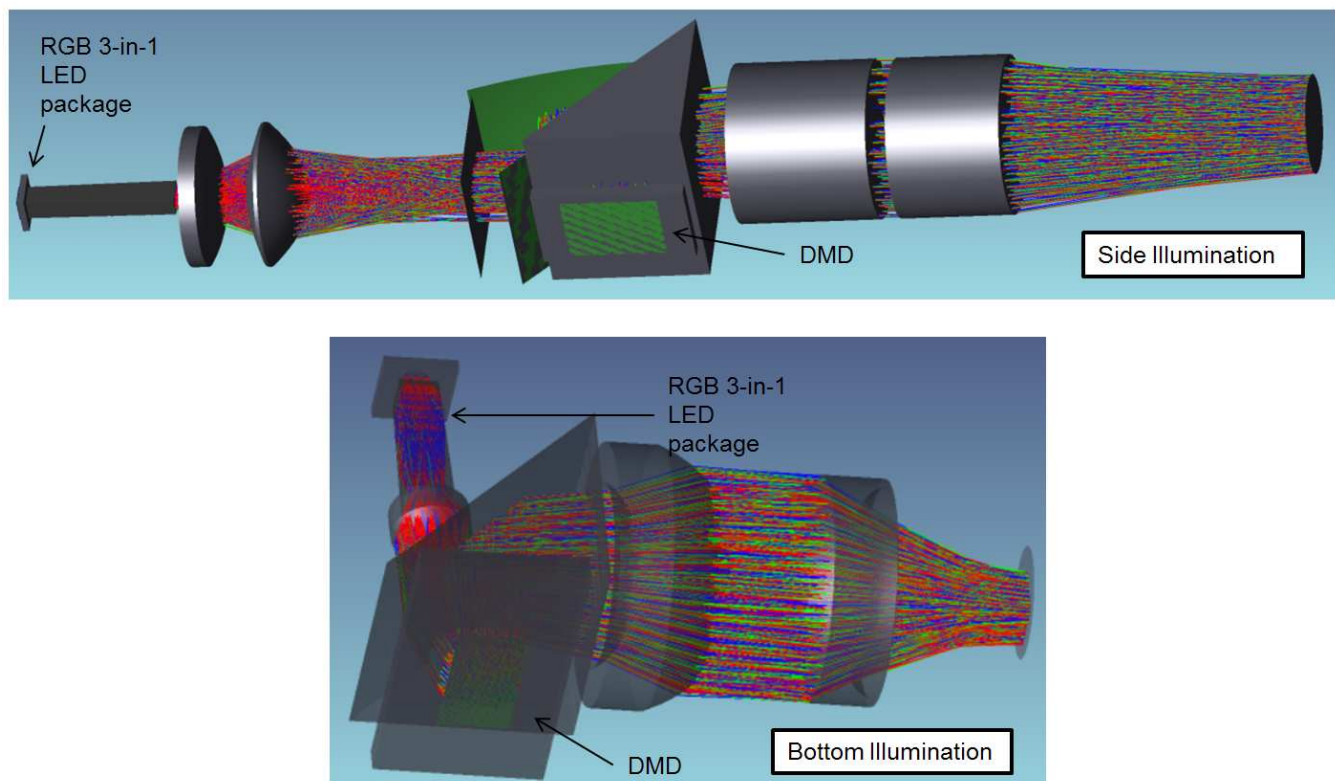
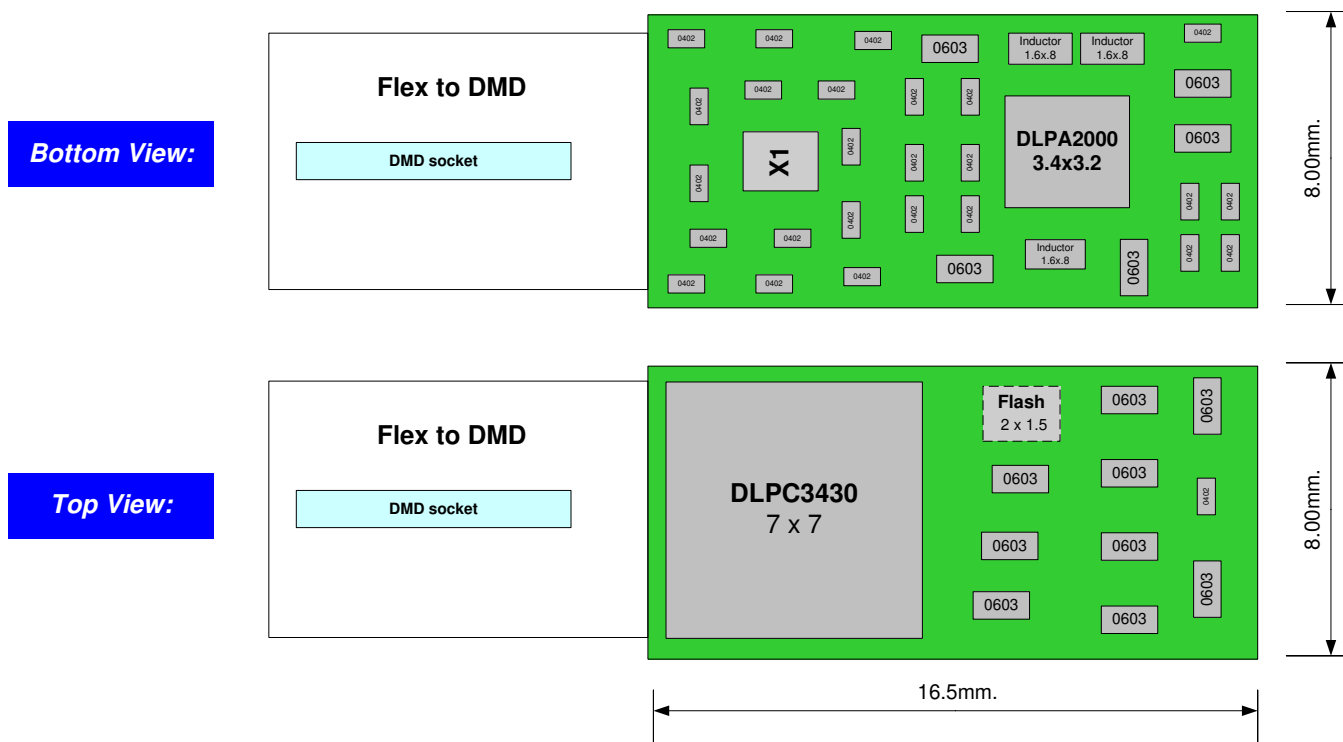
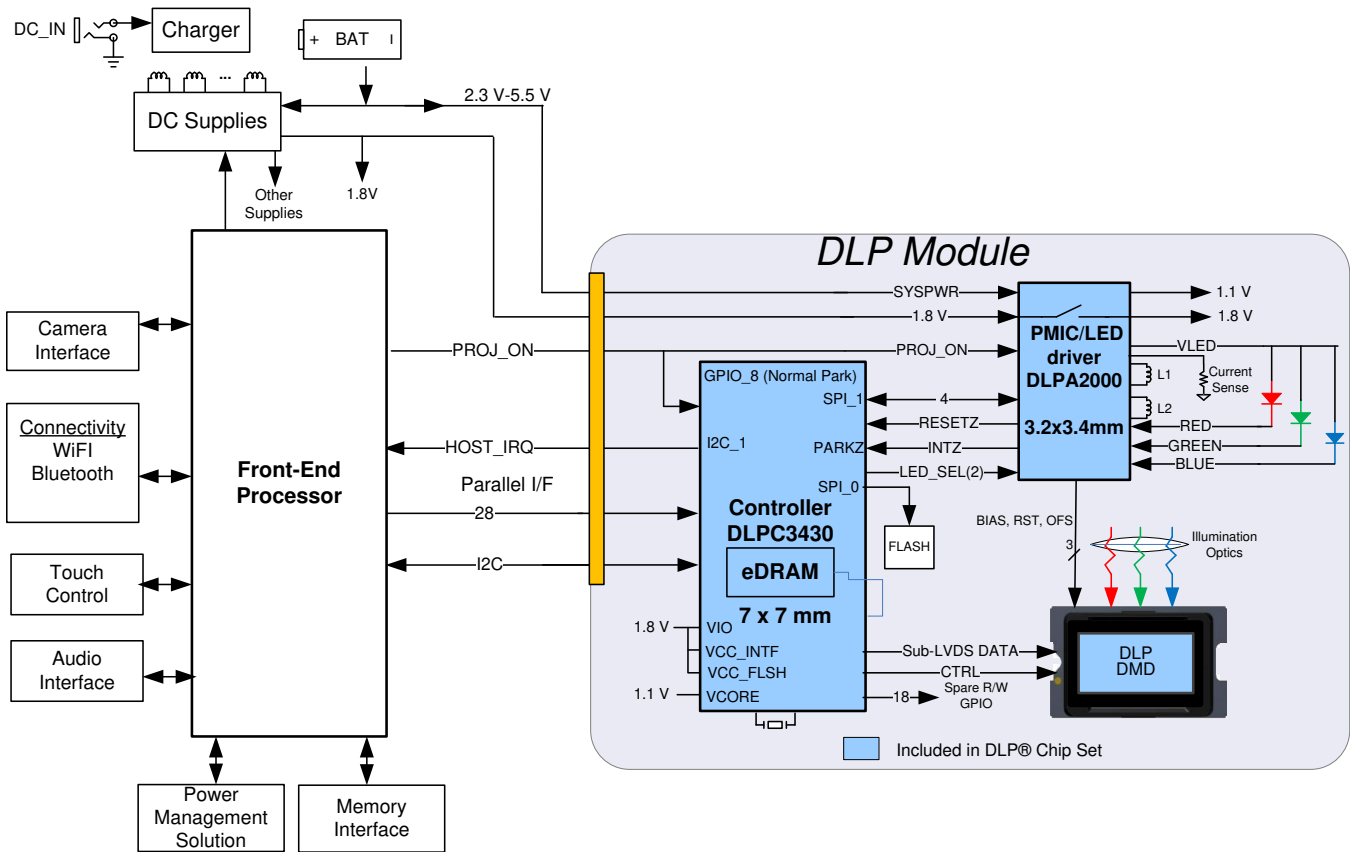

图 3-6. 具有侧面和底部照明方向的示例光学设计
图 4-1. 示例小板设计
图 4-2. 示例系统方框图
5.4 μm 像素 DMD 的 DLP TRP 架构可实现两种可能的照明方向：侧面或底部 (图 3-6)。这两个选项在光学布局中提供了更大的灵活性。例如，图 4-1 显示了使用侧面照明的较长但较薄的布局，以及使用底部照明的较短但较厚的布局。根据系统要求，可以采用多种光学布局，例如盒形、薄形或 L 形。例如，薄而长的光学模块可能非常适合将模块置于头部侧面的基于波导的设计，而短而厚的光学设计可能适合用于减小模块的整体体积。每个 DMD 都具有所需的特定照明方向。有关各种 DMD 的照明方向，请参阅表 5-1。
DLP Pico 芯片组具有小巧、高效的控制器和 PMIC/LED 驱动器，尺寸紧凑，功耗较低，可实现集成、可靠的系统。控制器的尺寸小至 7mm × 7mm，而 PMIC 则小至 3.4mm × 3.2mm（示例电路板布局请参阅图 4-1）。DMD 和控制器通常会消耗 150mW 至 300mW 的功耗，具体取决于阵列的大小和分辨率。图 4-2 显示了采用 DLP 技术解决方案的近眼显示应用的典型系统框图。